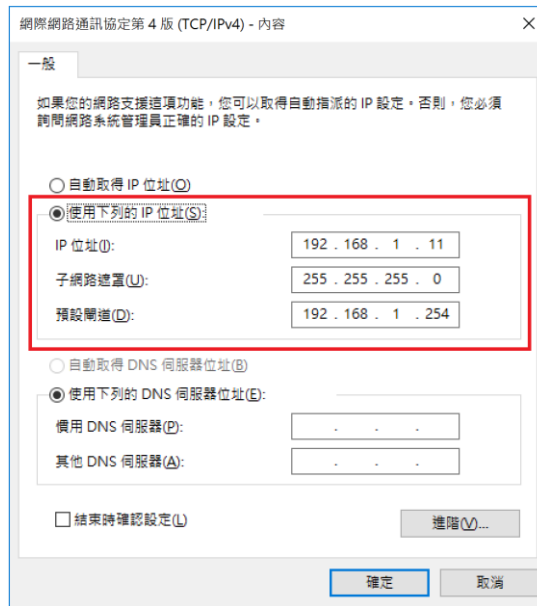

图18 操作前置作业因特网通讯协议第 4 版内容设定
- 4) 进入因特网通讯协议第 4 版(TCP/IPv4)内容设定后，请设定使用 IP 位址与网关模块 IP 位址同网域(出厂默认 IP 位址：192.168.1.20)，如图 18。